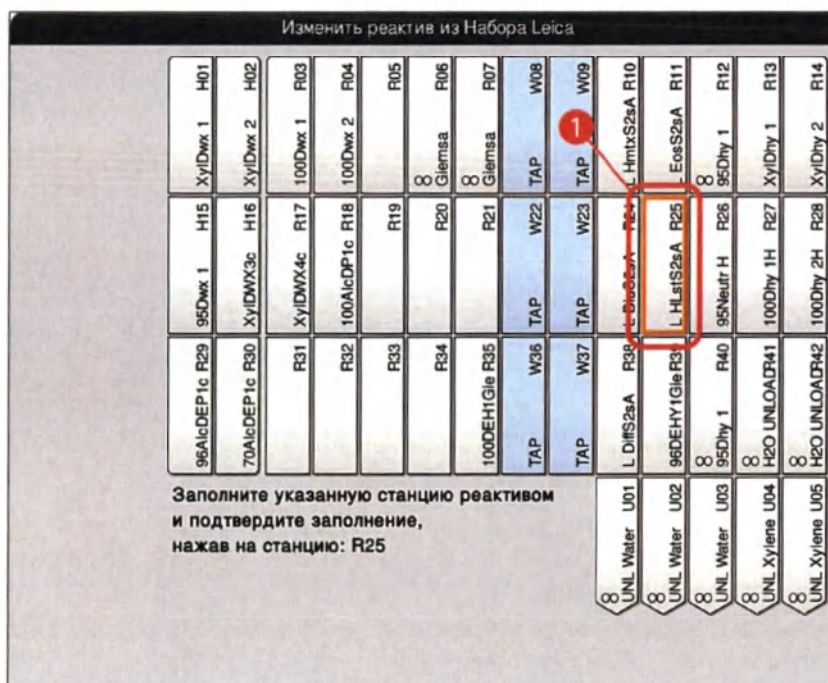

Рис. 59
3. В новом окне Изменить реактив из набора Leica (→ "Рис. 59") заполняемая станция выделяется оранжевым цветом (→ "Рис. 59-1").